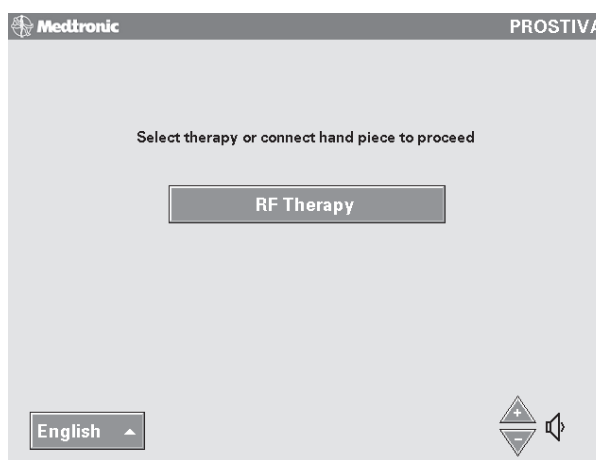

Figura 4-10. Verifica della visualizzazione della schermata della terapia Prostiva RF
2. Verificare che sia visualizzata la schermata della terapia Prostiva RF (Figura 4-10); premere il pulsante "RF Therapy" (terapia RF).